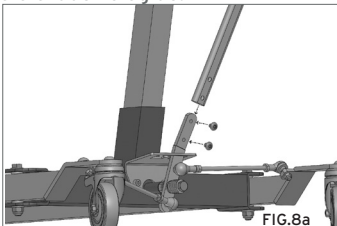

FIG.8a
- 7a. Colocar la palanca para la apertura de la base y bloquearla con los tornillos. (Fig.8a - para los modelos RI812-RI823-RI824-RI827-RI828)